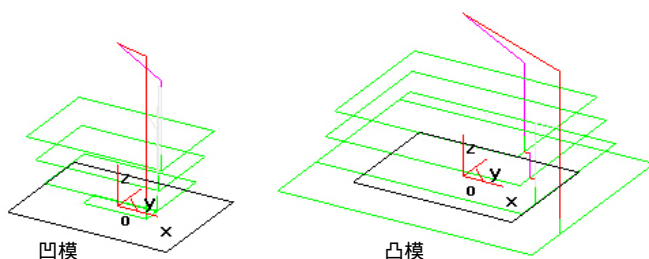

图 7-83 下方向(右)
- 【下方向(右)】: 加工领域为顺时针时，凹模形状做成逆铣轨迹。加工领域为逆时针时，凸模形状做成逆铣轨迹，如图 7-83 所示。